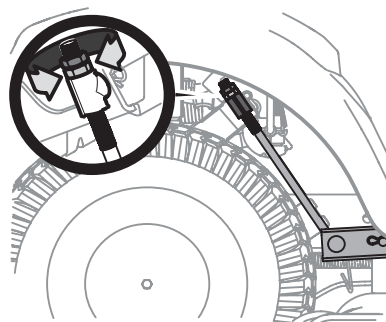

Figure 22
3. Une tige de réglage se trouve sous chaque aile arrière, près des roues. Voir Figure 22.